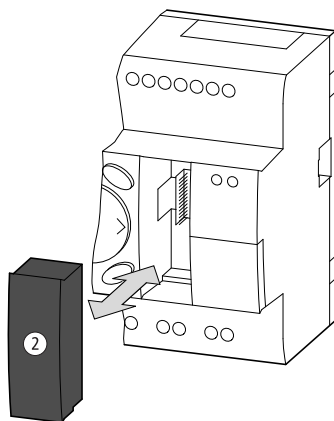

Figure 29 : Enfichage et retrait d'un module mémoire ②
- ▶ Retirez la plaque de protection de l'interface et enfichez le module mémoire, → figure 29.